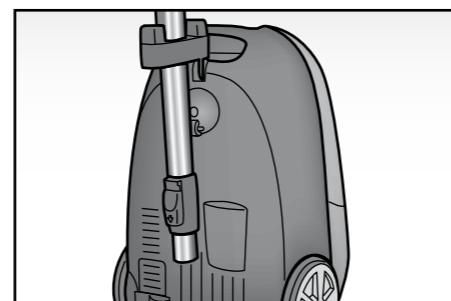

Fig. 6
Riponendo l'aspirapolvere in verticale, è possibile anche agganciarvi, sull'innesto superiore, il tubo telescopico (19) (Fig. 6).